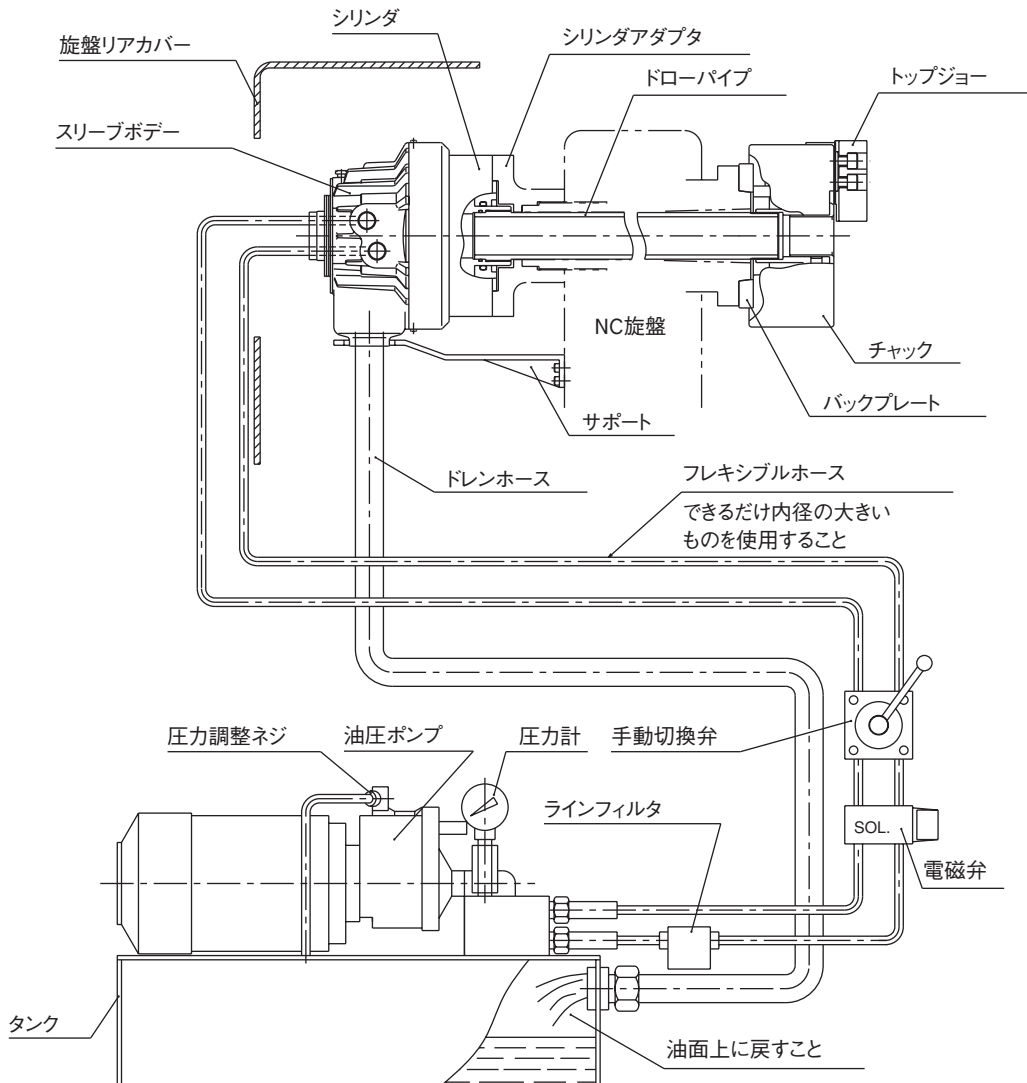

図 14
- ・ドレンは必ず油圧ユニットの油面上に戻すこと。（図14参照）